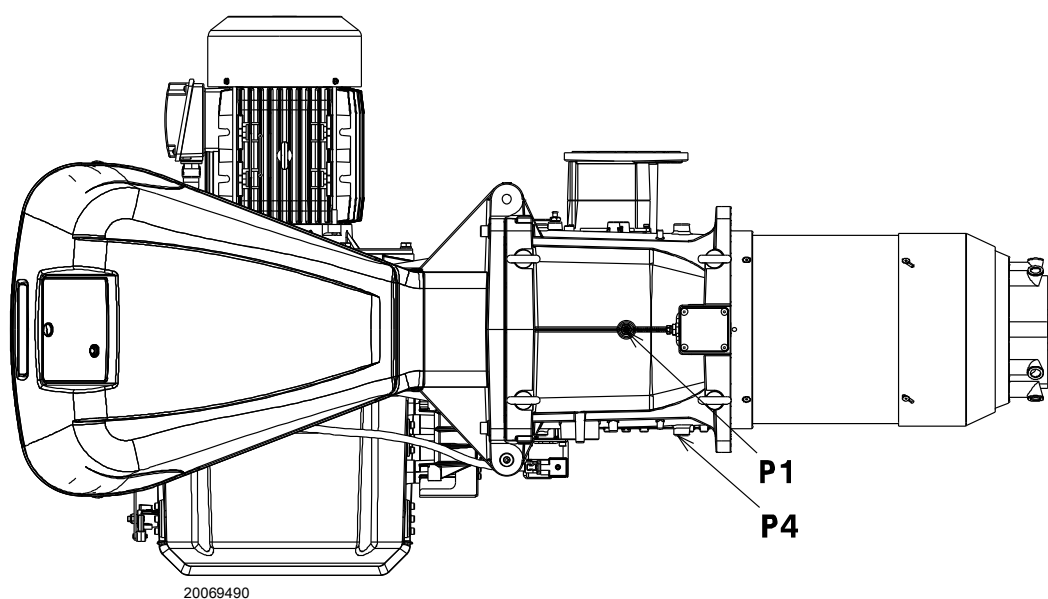

图 23
测试点 P1)(图 23 页 27) 测得的燃气压力，此时：
- 用测试点 P1)(图 23 页 27) 测得的燃气压力减去炉膛压力。
测试点 P1)(图 23) 处燃气压力=58.1 mbar
计算燃烧器以最大出力运行时，测试点 P1)(图 23) 处所需燃气压力：
- 读取插座处的压力 P1)(图 23 页 27) 压力。
测试点 P1)(图 23) 处所需燃气压力。